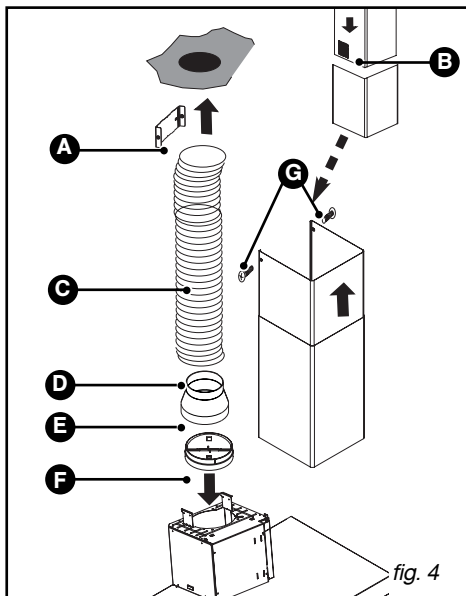

fig. 4
– Emboîtez l'extrémité de la gaine sur la sortie moteur (fig. 4).
– Préparez votre cheminée télescopique en prenant soin de dissimuler les ouïes (B/fig. 4).
Emboîter la cheminée ainsi assemblée sur la hotte et levez la partie supérieure pour ajuster la hauteur, puis la visser (G/fig. 4) sur le support de cheminée métallique (A/fig. 4).